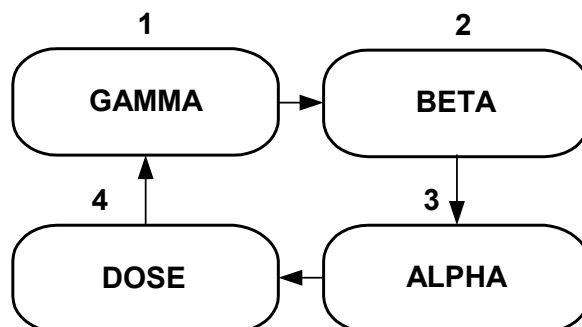
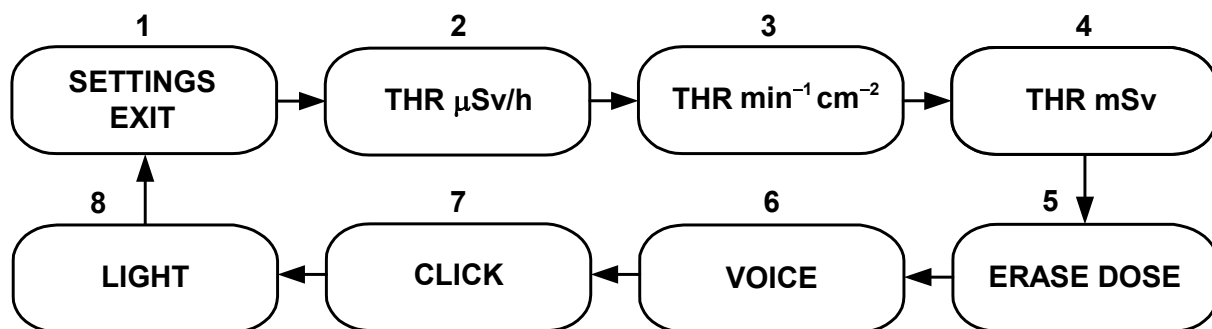

Рис. 2 Схема переключения режимов работы прибора
Рис. 3 - Схема переключения установок сигнализаций
б) переключение режимов работы осуществляется кратковременным нажатием (менее 1 с) кнопки «**MODE**» согласно схеме представленной на Рис. 2;
в) При длительном (более 2 с) нажатии кнопки «**MODE**» в любом из режимов «**GAMMA**», «**BETA**», «**ALPHA**» или «**DOSE**» прибор переходит в меню установок (на дисплее - «**SETTINGS EXIT**»). Установки сигнализаций циклически меняются по кругу кратковременными (менее 1 с) нажатиями кнопки «**MODE**» согласно схеме представленной на Рис.3. Выход из меню установок в основное меню режимов работы (Рис.2) – длительное удержании кнопки «**MODE**» при индикации на дисплее «**SETTINGS EXIT**».
Включить питание прибора (однократно нажать и отпустить кнопку «**POWER**»). При длительном (более 2 с) нажатии кнопки «**MODE**» в любом из режимов «**GAMMA**», «**DOSE**» «**BETA**» или «**ALPHA**», прибор переходит в меню установок (Рис.3), и на дисплее первоначально индицируется «**SETTINGS EXIT**». Кратковременными нажатиями кнопки «**MODE**» установить в верхней строке дисплея режим установки «**VOICE**» (Рис.3). Режим речевого озвучивания измерения мощности дозы «**PEREODICAL**», «**MANUAL**» или «**OFF**» (на нижней строке) выбирается путём длительного удержания кнопки «**MODE**»:
ВНИМАНИЕ. В режиме «**GAMMA**» (при включённом «ручном» озвучивании - «**MANUAL**») кратковременное нажатие кнопки «**MODE**» включает только речевое сообщение (и подсветку дисплея), но не изменяет режимов работы прибора согласно Рис.2. Прибор постоянно находится
в режиме измерения «GAMMA». Выход в меню установок (Рис.3) - длительное удержание кнопки «MODE».
Включить питание прибора (однократно нажать и отпустить кнопку «POWER»). При длительном нажатии (более 2 с) кнопки «MODE» прибор переходит в меню установок (Рис.3). При индикации в верхней строке дисплея «CLICK» режим работы звуковой сигнализации интенсивности излучения («ON» или «OFF» в нижней строке) выбирается путем длительного удержания (более 2 с) кнопки «MODE»:
Включить питание прибора (однократно нажать и отпустить кнопку «POWER»). При длительном нажатии (более 2 с) кнопки «MODE» прибор переходит в меню установок (Рис.3). При индикации в верхней строке дисплея «LIGHT» длительность подсветки дисплея (в нижней строке) регулируется путем длительного удержания (более 2 с) кнопки «MODE»:
Включить питание прибора (однократно нажать и отпустить кнопку «POWER»). При длительном нажатии (более 2 с) кнопки «MODE» прибор переходит в меню установок (Рис.3). При индикации на дисплее «THR $\mu\text{Sv/h}$ » путем длительного удержания (более 2 с) кнопки «MODE» прибор переключается в подменю установки порога сигнализации мощности дозы и на дисплее индицируется «9999.9 $\mu\text{Sv/h}$ ».
Включить питание прибора (однократно нажать и отпустить кнопку «POWER»). При длительном нажатии (более 2 с) кнопки «MODE» прибор переходит в меню установок (Рис.3). При индикации на дисплее «THR $\text{min}^{-1} \text{cm}^{-2}$ » путем длительного удержания (более 2 с) кнопки «MODE» прибор переключается в подменю установки порога сигнализации плотности потока бета-частиц и на дисплее индицируется «99999 $\text{min}^{-1} \text{cm}^{-2}$ ».
Включить питание прибора (однократно нажать и отпустить кнопку «**POWER**»). При длительном нажатии (более 2 с) кнопки «**MODE**» прибор переходит в меню установок (Рис.3). При индикации на дисплее «**THR mSv**» путем длительного удержания (более 2 с) кнопки «**MODE**» прибор переключается в подменю установки порога сигнализации интегральной дозы и на дисплее индицируется «**999.999 mSv**».
Сброс (обнуление) интегральной дозы осуществляется в подменю установок (Рис.3) длительным (более 2с) двойным нажатием кнопки «**MODE**» при индикации на дисплее «**ERASE DOSE**».
- перезапустить режим «**BETA**» прибора кнопкой «**MODE**» (см. Рис. 2) и при достижении статистической погрешности менее 20%, зафиксировать среднее фоновое показание дисплея N_ϕ , част./((мин·см²));